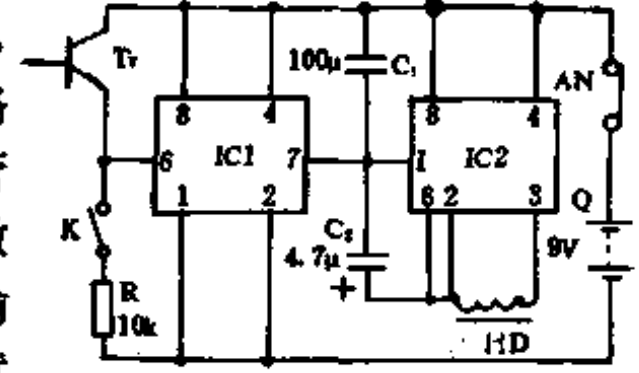

图 1-210
电路如图 1-210 所示。IC1 和 IC2 均为 555 定时器,其中 IC1 作为比较器使用,IC2 作为音频振荡器使用。电路中,IC1 接成单限比较器形式,其输入端⑥脚接有晶体管  $T_r$ ,其作用是提高验电器的输入阻抗,以便提高验电灵敏度。其实  $T_r$  在此相当于射极跟随器的阻抗变换,IC1 的输入阻抗很高,经  $T_r$  的变换  $\beta$  倍,从  $T_r$  基极看进去的阻抗就更高了。当要接触判断火线和零线时,可闭合开关 K,这时从  $T_r$  基极看进去的阻抗约为  $\beta R$ ,对市电线的火线不接触是没有反应的,接触市电线的裸露部分,若有声讯号,即为火线。